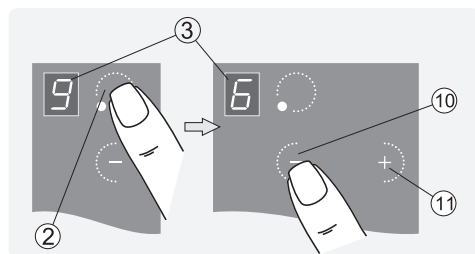

Рис.9
1. Работаящую конфорку касанием зоны ② перевести в режим управления (рис. 9).